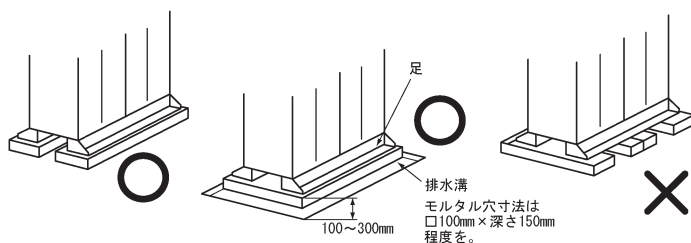

図 1
①コンクリート基礎は、床面より 100 ～ 300mm 高くしてください。
- ・ユニットを据え付ける高さは配管スペースを必要最小限とし、極力ユニットと基礎の間隔を少なく (300mm 以下が目安) するようにしてください。(図 1 参照)